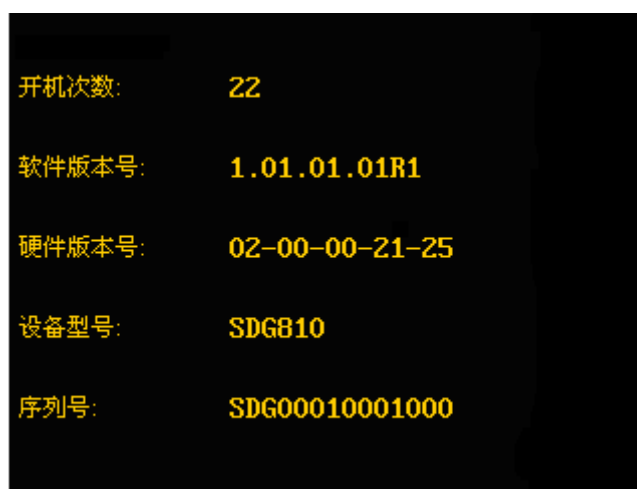

图 2-40 版本信息显示界面
6. 升级完成后，重启设备；如图 2-40 所示，检查升级后的软硬件版本号是否与目标版本一致，否则，升级不成功，需按如上步骤再次升级一次，检查完毕后，按任意按键退出系统信息界面。